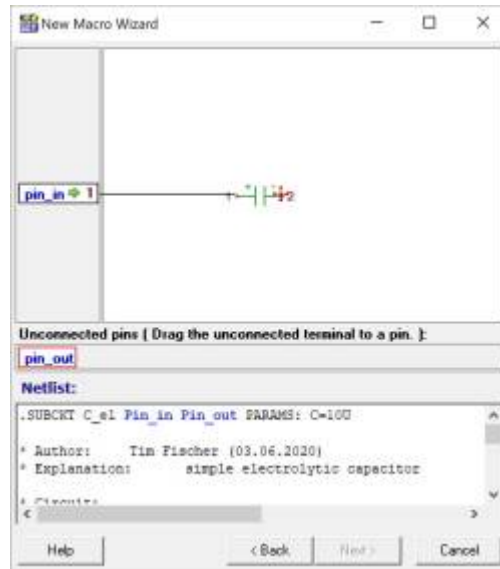

Fig. 5: Macro Wizard: Pinauswahl
4. Im Macro Wizard - Pinauswahl (figure 5)